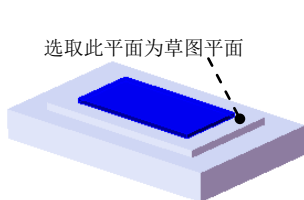
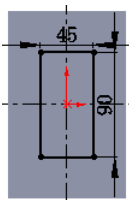

图 17.8.7 凸台一拉伸 3
图 17.8.8 横断面草图
Step4. 创建图 17.8.7 所示的零件基础特征——凸台一拉伸 3。选择下拉菜单 **插入(I)**
→ **凸台/基体(B)** → **拉伸(E)...** 命令；选取图 17.8.7 所示的面作为草图平面，绘制图 17.8.8 所示的横断面草图。采用系统默认的拉伸方向；在 **方向1** 区域的下拉列表中